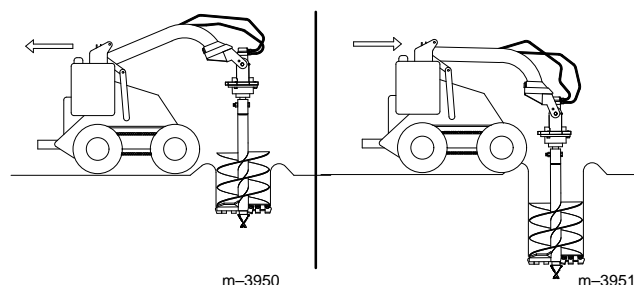

Figure 9
4. Descendre la tarière lentement au fur et à mesure du détachement de la terre. Lorsque la profondeur du trou augmente, déplacer légèrement l'unité de traction vers l'arrière ou l'avant si nécessaire pour que le trou reste vertical (Fig. 9).